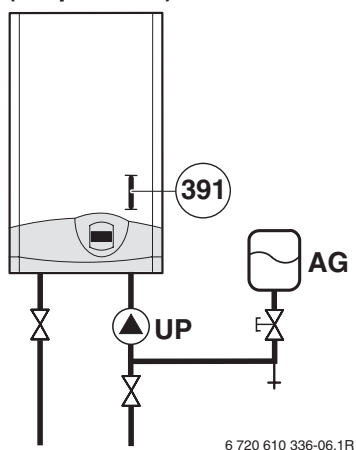

Рисунок 10
- ▶ Для установок ZBR: объем расширительного бака определять согласно DIN 4807; подключение см. на рис. 10.